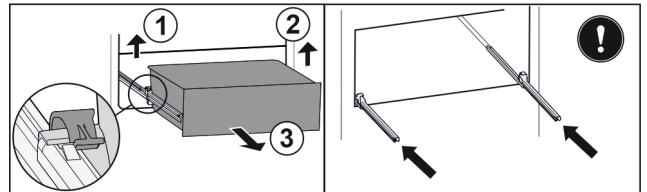

Fig. 43
- ▶ Soulever la bride gauche et tirer dans le même temps la partie gauche du tiroir vers l'avant. Fig. 43 (1)
- ▶ Soulever la bride droite et tirer dans le même temps la partie droite du tiroir vers l'avant. Fig. 43 (2)
- ▶ Retirer le tiroir par l'avant. Fig. 43 (3)